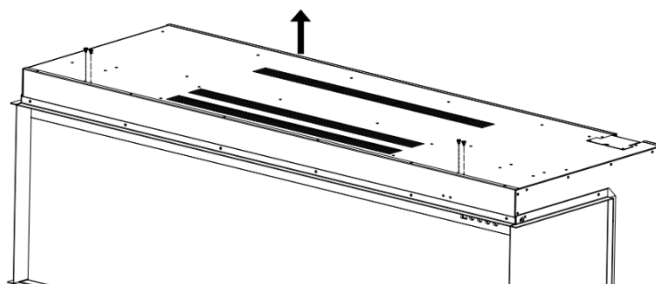

Fig.3-1
4. Rimuovere le viti dal caminetto come mostrato nella figura sottostante. Fig.3-1